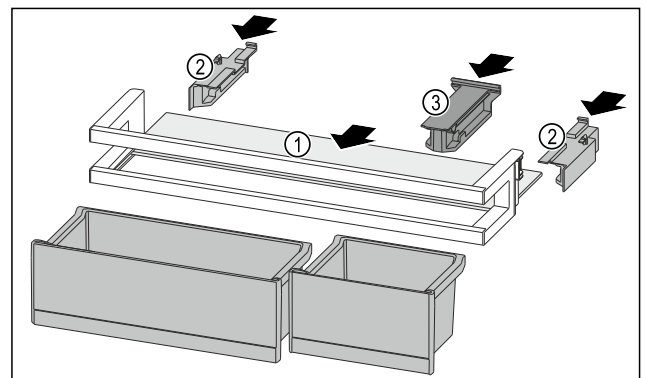

Fig. 122
- Посуньте полицю Fig. 122 (1) у бічні пази.
- Вставте бічні елементи Fig. 122 (2).
- Вставте кріпильний елемент Fig. 122 (3).